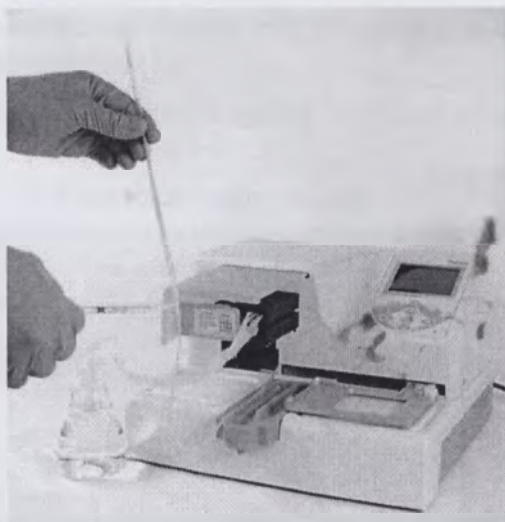

Рисунок 6-53. Установка уровня жидкости – сначала на нижней отметке, а затем на верхней отметке
8. Установите уровень воды в пипетке на нижней отметке (0,9), передвигая поршень шприца к себе или от себя (рисунок 6-53).
9. Нажмите кнопку **START** и подождите, пока уровень воды остановится. Он должен быть на верхней отметке (-0,1), 1000 мкл ($\pm 1,5\%$) (рисунок 6-53).